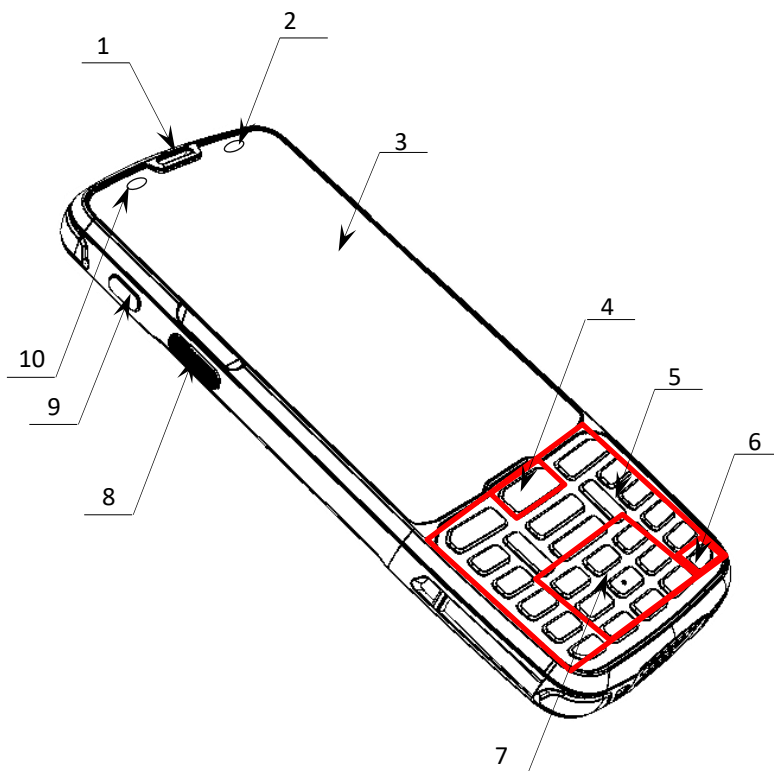

Рисунок 1. Вид сверху/слева
Индикатор в верхнем правом углу экрана устройства отображает уровень заряда АКБ (см. рисунок 9рисунок 1). Таблица ниже содержит описание состояния уровня заряда.
2. Выключить изделие – нажать и удерживать кнопку включения/выключения (см. рисунок 1).